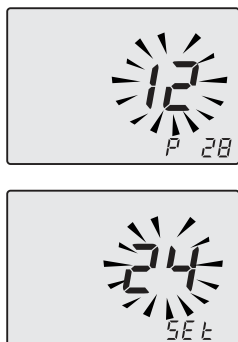

Figura 9.4
- Utilizando los botones 12 o 13 se puede modificar el valor del parámetro 28 desde **00** meses hasta **48** meses. Se admite el valor **99**, que deshabilita la solicitud de mantenimiento. En el display se alternan los mensajes **P28 - SET** (Figura 9.4).